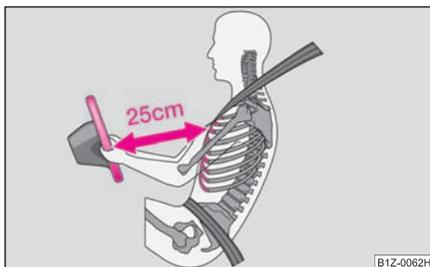

Fig. 125 Bonne distance par rapport au volant
- Il est important que le conducteur et le passager avant soient au minimum à 25 cm du volant et du tableau de bord ⇒ fig. 125. Les airbags ne peuvent pas vous protéger si vous en êtes plus près - danger mortel! Les sièges avant et les appuie-tête doivent en outre toujours être ajustés en fonction de la taille des personnes.